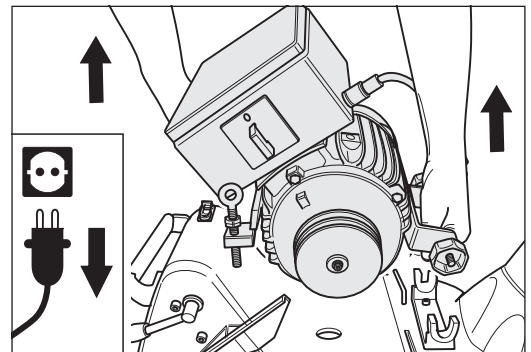

Abb. 31 Abnehmen des Motors von der Maschine.
- 9 Nehmen Sie den Motor von der Maschine ab (Abb. 31) und sichern Sie ihn beim Transport gegen Verrutschen und Beschädigungen!